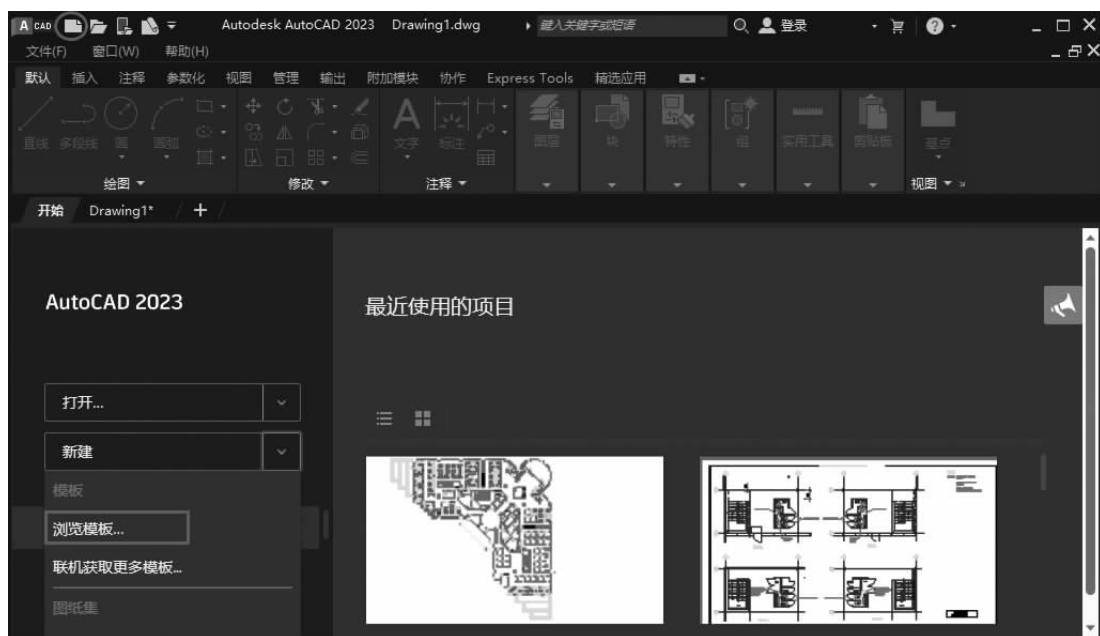

图 1-15 选择“浏览模板”选项
(1)打开 AutoCAD 2023,单击快速访问工具栏中的“新建”按钮或者选择“开始”选项卡,在 AutoCAD 2023 的访问界面中单击“新建”下拉按钮,在打开的下拉列表中选择“浏览模板”选项(见图 1-15),在弹出的“选择模板”对话框中选择“acadiso. dwt”为模板。